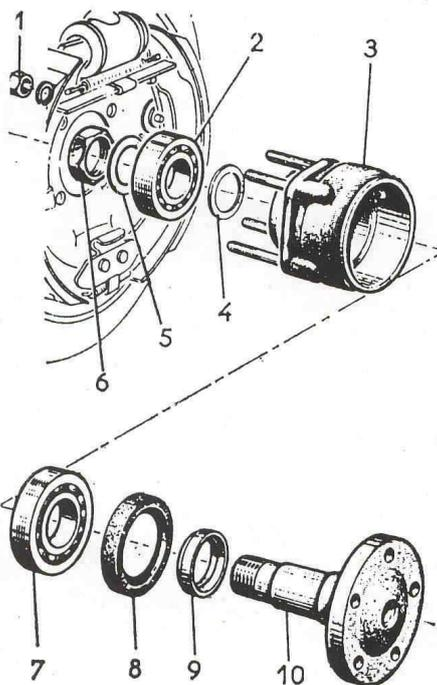

Fig. 94. — Fixation d'un moyeu arrière
- Déposer les 4 écrous (1) (fig. 94) fixant sur le boîtier de l'essieu l'ensemble support moyeu - plateau de frein.
- Visser provisoirement 2 vis de tambour sur le moyeu (10) (fig. 94). Serrer dans un étau, sur ces têtes de vis, l'ensemble support-moyeu.
- Rabattre le bord relevé de la rondelle-frein (5), déposer l'écrou (6), puis la rondelle-frein (pas à gauche pour le moyeu gauche).
- Chauffer légèrement au chalumeau le support (3), puis visser l'extracteur jusqu'à libérer totalement les roulements (2) et (7). Le roulement (7) restant fixé sur le moyeu, le dégager à l'aide d'un extracteur (Wilmonda TAX si possible) toujours en se servant du grain.
- Déposer le joint (8) et la bague (9)